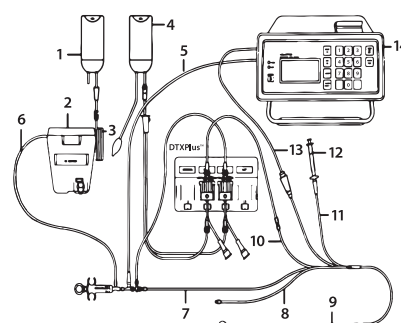

Figura 1. Configurarea sistemului cu circuit închis
12. Racordați carcasa senzorului pentru soluție injectabilă și ansamblul Critikit™ la lumenul CVP umplut în prealabil, de pe cateterul PA (consultați Figura 1). Fixați sistemul cu soluție injectabilă pentru a asigura deplasarea minimă a racordurilor.
19. Racordați cablul senzorului montat pe linie (modelul SP4045 sau un alt cablu compatibil) la carcasa senzorului pentru soluție injectabilă, împingând ansamblul cu arc în carcasă și strângând (consultați Figura 1).